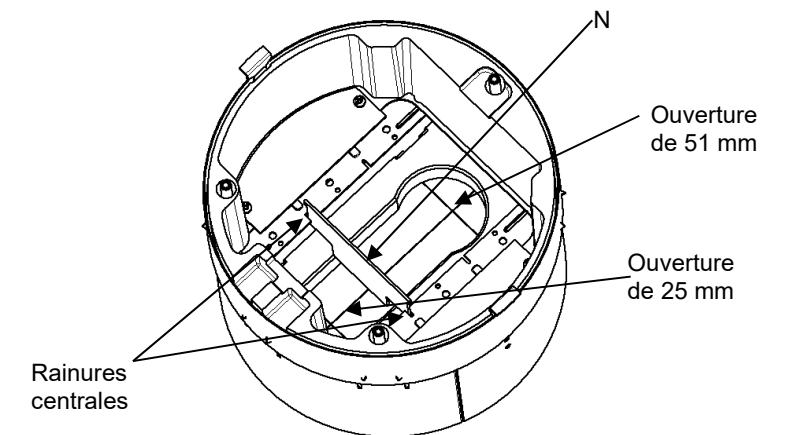

Fig. 7
10. La cloison (N) est livrée avec l'accessoire. Installer la cloison (N) dans les deux fentes centrales des supports pour séparer les services d'énergie et des données dans la traversée de plancher conformément à la Fig. 7. Installer dans les rainures de cloison les plus près de la plus petite ouverture.